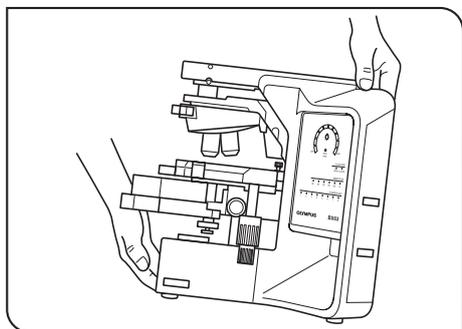

Рис. 3
(Рис. 3)
3. Перемещая микроскоп, переносите его, держа за захватную часть в задней части консоли и за переднюю часть основания, как показано на рис. 3 (масса: примерно 19 кг).